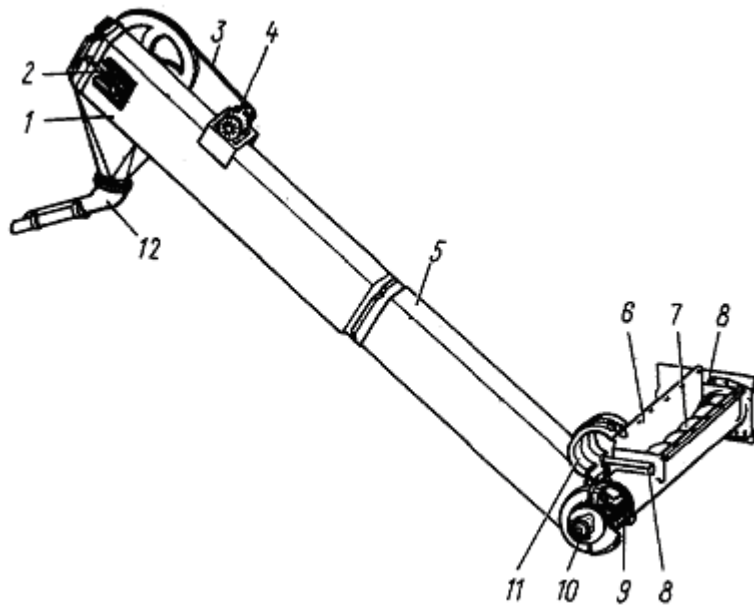

Рис. 10 Транспортёр отгрузочный
4.7. Отгрузочный транспортер. (рис. 10) служит для вывода чистого зерна в ворох чистого зерна.